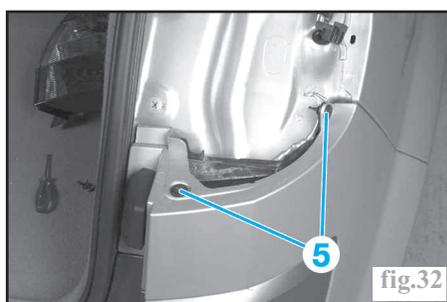

fig.32
- déposer les rivets plastique (5) (fig.32).